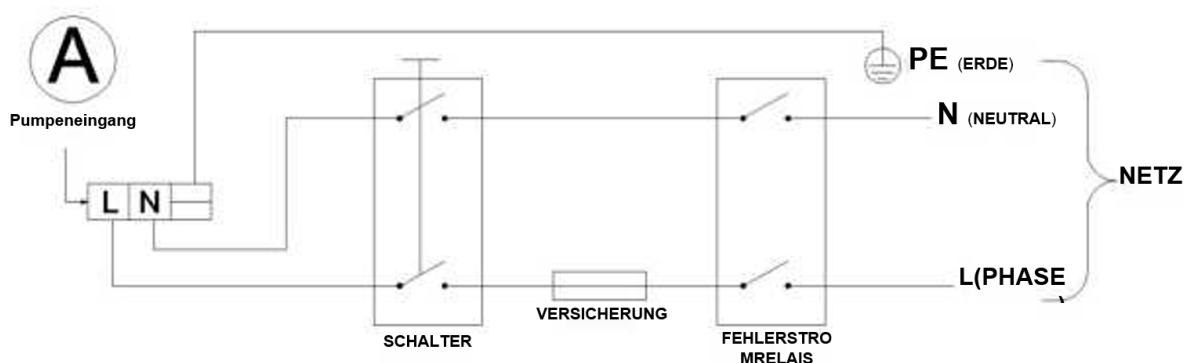
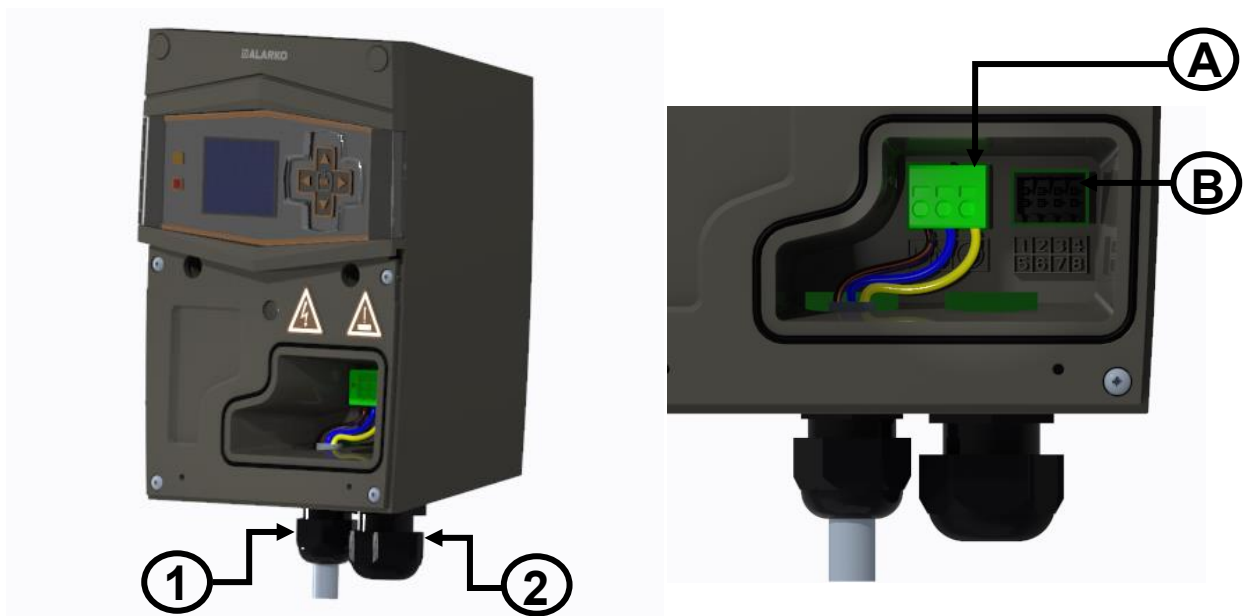

Abbildung 6.8: Elektrisches Anschlussschema
Abbildung 6.10: Bild der Verschraubung
Der elektrische Anschlussplan ist in Abbildung 6.8 dargestellt.
- Schließen Sie das durchgeleitete Kabel an die mit "A" in Abbildung 6.10 gekennzeichnete Buchse an, wie in Abbildung 6.8 dargestellt.